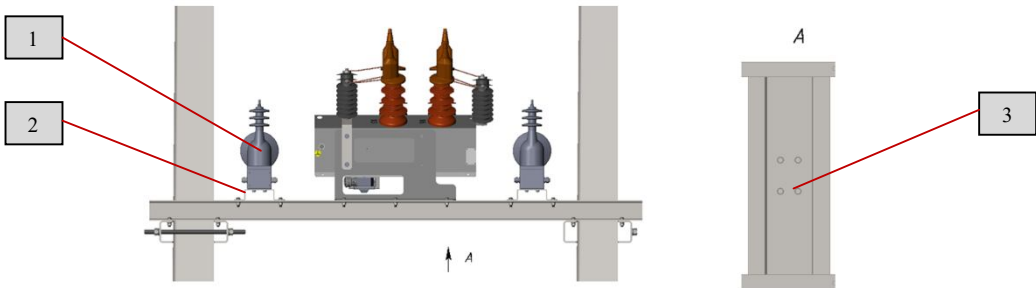

Рис.50 Установка ТСН
Расположить трансформаторы собственных нужд (1) на кронштейнах (2) и затянуть болтовые соединения М10 (3) рис.50.